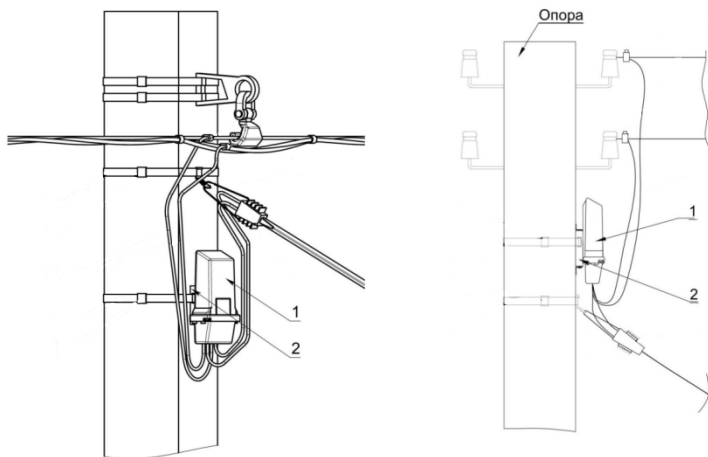

Рисунок 3.3 – Варианты крепления счетчика на опоре ЛЭП.
3.2.4 Убедиться в надежной фиксации отводящих проводов на опоре ЛЭП, исключающей любую дополнительную тянущую нагрузку на счетчик в процессе эксплуатации (см. рисунок 3.3).